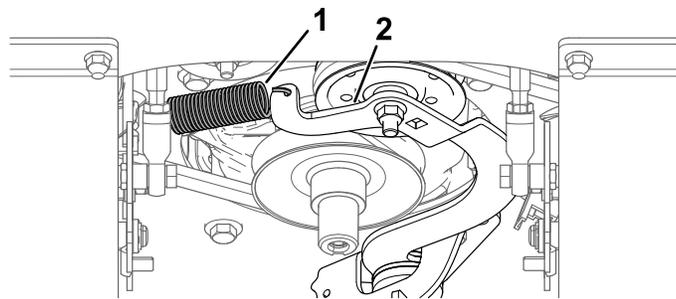

Рисунок 57
- Вставьте ключ с храповым механизмом в квадратное отверстие в рычаге натяжного ролика, чтобы снять натяжение ремня (Рисунок 57).